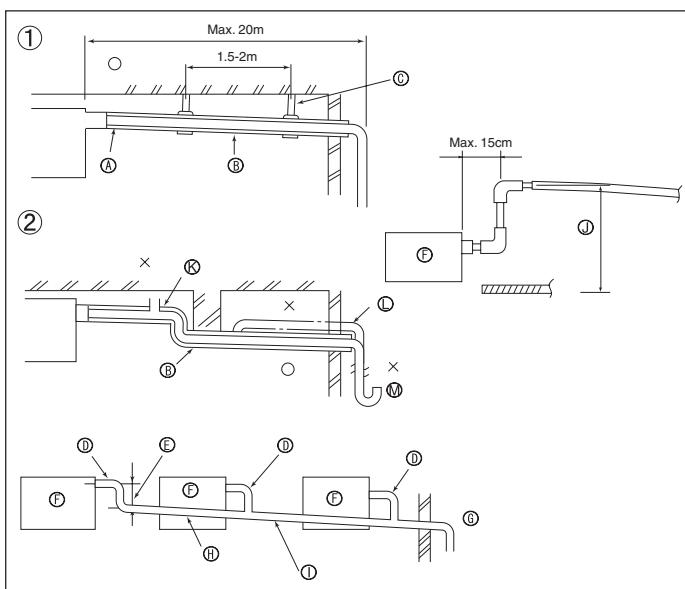

Fig. 5-1
5.1. Tubería de drenaje (Fig. 5-1)
① Tubería correcta	⑥ Metal de soporte
② Tubería incorrecta	⑦ Expulsador de aire
③ Aislamiento (9 mm o más)	⑧ Elevado
④ Pendiente de descenso de 1/100 o más	⑨ Retención de olores